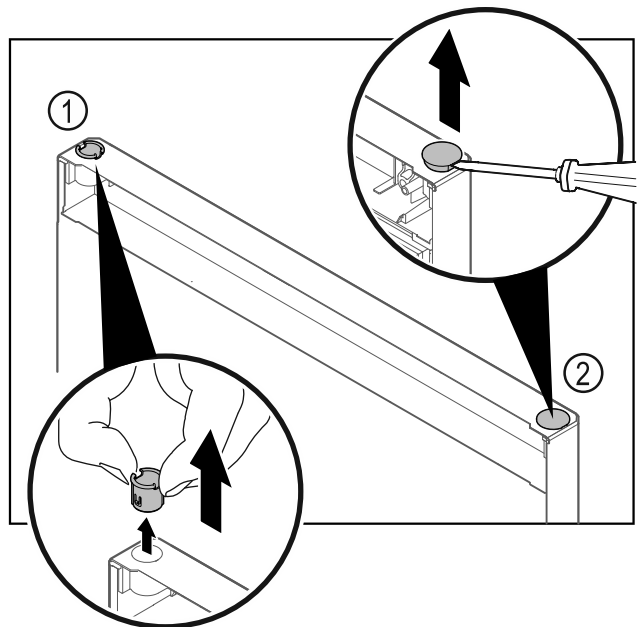

Fig. 31
- Extraer el casquillo de bisagra Fig. 31 (1) con los dedos.
- ▶ Levantar cuidadosamente el tapón Fig. 31 (2) con un destornillador para tornillos de cabeza ranurada y extraerlo.